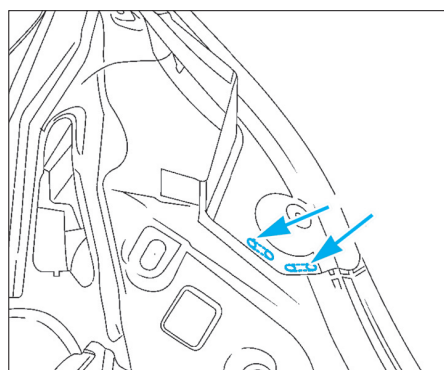

FIG. 110
- Effectuer des trous oblongs à partir de points de soudure percés sur la tôle d'angle (Fig.110).